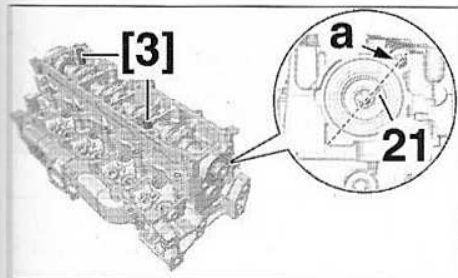

FIG.76
- Placer l'encoche (21) de l'arbre à cames vers le haut, dans l'axe de l'orifice (a) (Fig.76).